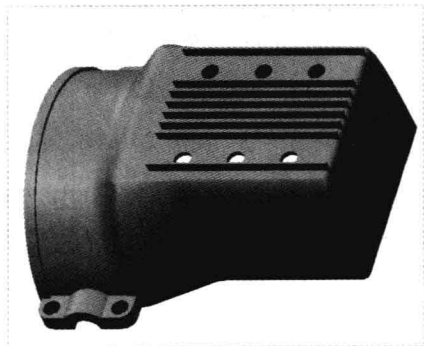

图 7-51 创建表阵列
Step 05 在“表编辑器窗口”对话框中，单击“文件”|“保存”命令，关闭表编辑窗口，单击“应用并保存在工具中所做的所有更改，然后关闭工具操控板”按钮，即可创建表阵列，如图 7-51 所示。